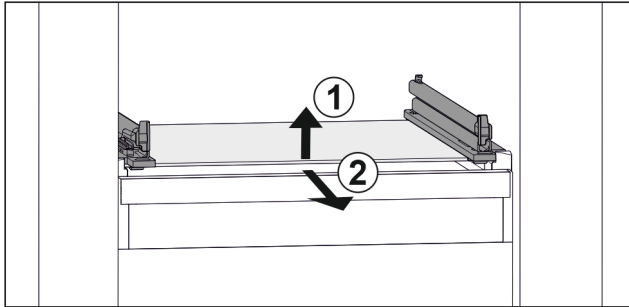

Fig. 61 Beispielhafte Darstellung der Glasplatte
- ▶ Glasplatte vorne anheben. Fig. 61 (1)
- ▶ Glasplatte nach vorne entnehmen. Fig. 61 (2)